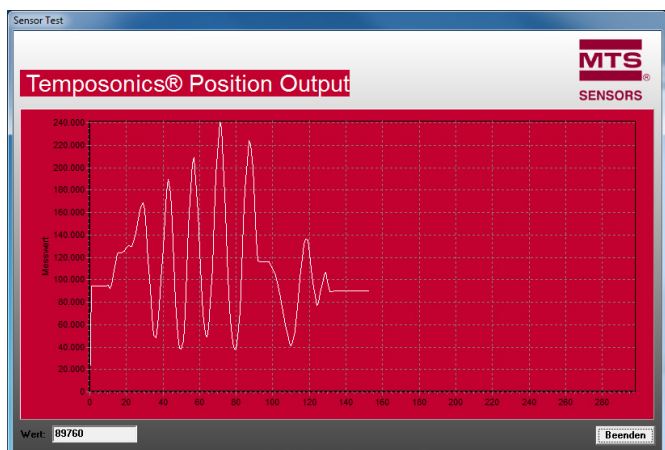

Abb. 40: Datenanzeige
- 4 Im Menü **Test Sensor** befindet sich eine Datenanzeige (Abb. 40), welche die absolute Position des Positionsmagneten wiedergibt. Verglichen mit der Messrate des Sensors ist die serielle Datenübertragung zwischen Sensor und PC relativ langsam, sodass hierbei nicht jeder tatsächlich gemessene Wert dargestellt werden kann. In dem Diagramm wird deshalb nur etwa jeder fünfzigste Messwert wiedergegeben.